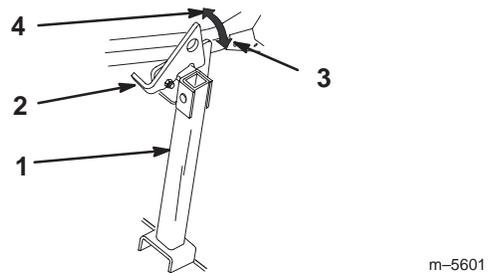

Figure 32
1. Relevez le verrou à la position déverrouillée (Fig. 32).